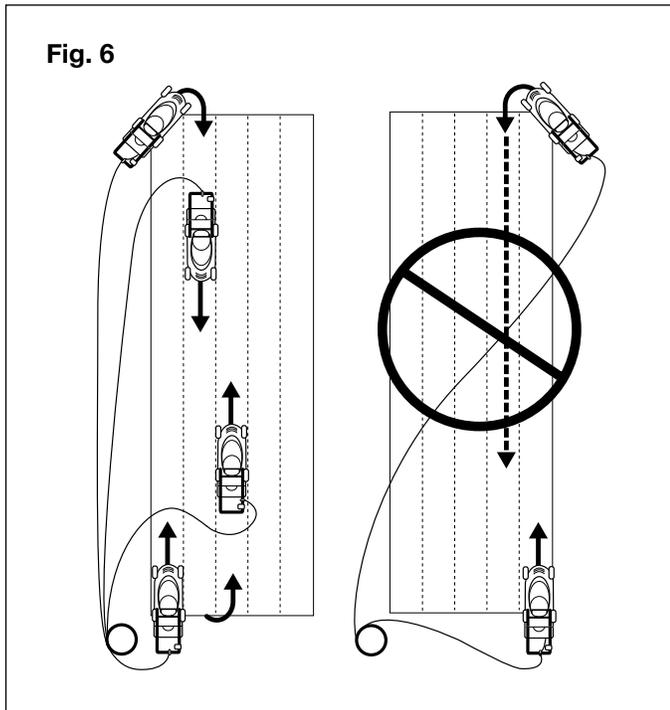

Fig. 6
- No pade en círculos. Desplácese hacia adelante y atrás a lo largo del césped, siguiendo la trayectoria descrita a continuación (Fig. 6).